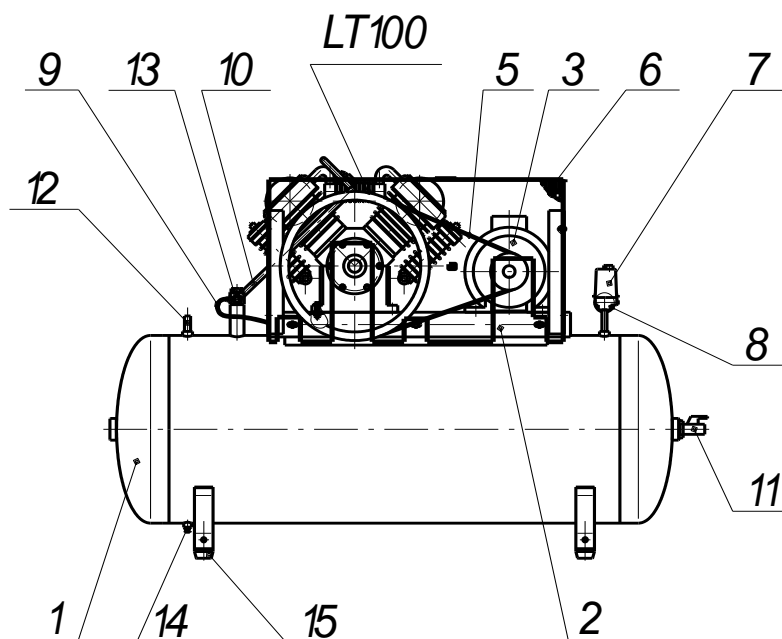

Рисунок 1 – Общий вид компрессора
5.1 Компрессор (рисунок 1) состоит из следующих основных сборочных единиц и деталей: блока поршневого LT100, ресивера 1, платформы 2, электродвигателя 3 со шкивом 4, клиновых ремней 5, защитного ограждения 6, телепрессостата 7, манометра 8, воздухопровода сброса давления 9, нагнетательного воздухопровода 10, крана 11, клапана предохранительного 12, клапана обратного 13, крана слива конденсата 14, амортизаторов 15, пульта управления (для исполнения с включением электродвигателя в питающую сеть по варианту звезда-треугольник).